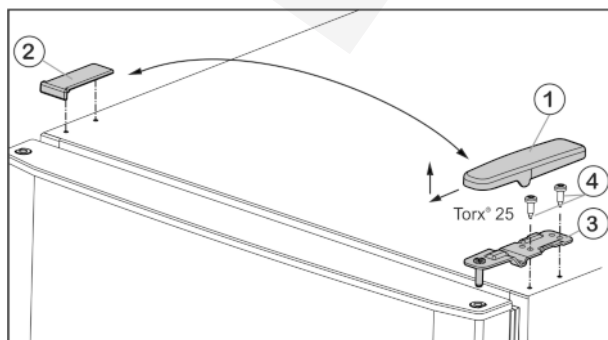

Fig. 5
- ▶ Előre és felfele húzza le a fedelet Fig. 5 (1).
- ▶ Emelje le a fedelet Fig. 5 (2).
- ▶ Csavarozza le az Fig. 5 (3) felső csapágybakját (2 x Torx® 25, Fig. 5 (4)), és felfele húzza le.
- ▶ A felső ajtót helyezze a középső csapágybakra (13).
- ▶ A felső csapágybakot *Fig. 5 (3)* helyezze a csuklópánt új oldalán az ajtóba.
- ▶ A felső csapágybakot **erősen (4 Nm-es nyomatékkal)** csavarozza fel – (2 db Torx® 25) *Fig. 5 (4)*. Adott esetben használjon akkus csavarhúzót.
- ▶ A fedelet *Fig. 5 (1)* kívülről helyezze fel az ellenkező oldalra és pattintsa be.
- ▶ A fedelet *Fig. 5 (2)* mindig felülről helyezze fel az ellenkező oldalra és pattintsa be.